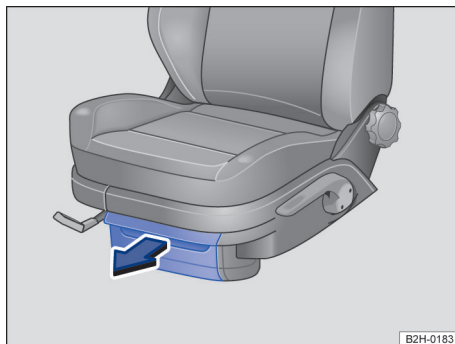

Fig. 120 Porta-objetos sob os bancos dianteiros: porta-objetos com tampa.
- Levantar a tampa para frente → Fig. 120.
- Pressionar a tampa para trás contra o sentido da seta → Fig. 120.